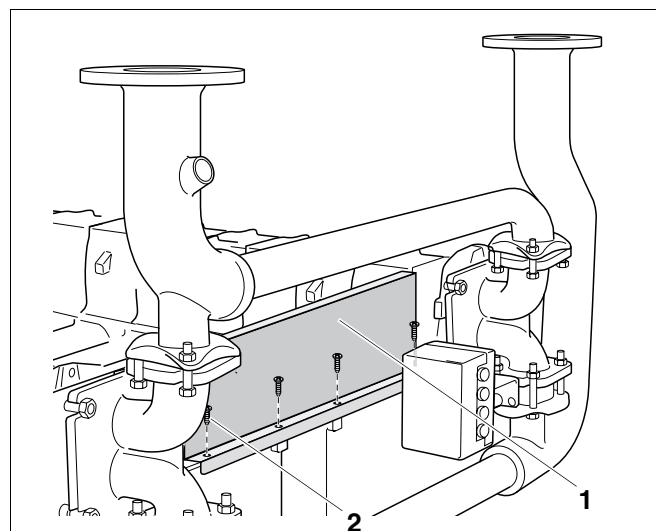

Рис. 35 Установка передней стенки и средней части
- Установить переднюю стенку (рис. 35, поз. 1) на гайки с защелкой и нетуго закрепить четырьмя винтами 4,8 x 22 (рис. 35, поз. 2).
- Крепко затянуть четыре винта 4,8 х 22 на передней стенке (рис. 35, поз. 2, стр. 35).